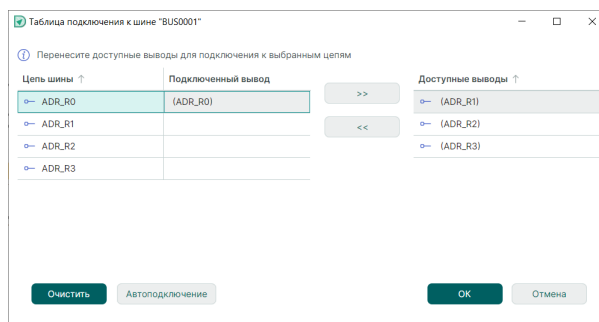

Рис. 199 Соответствие между цепью и выводом установлено
- Нажмите на кнопку << «Добавить вывод», расположенную в центральной части окна. Будет установлено соответствие между выводом и цепью, см. Рис. 199.